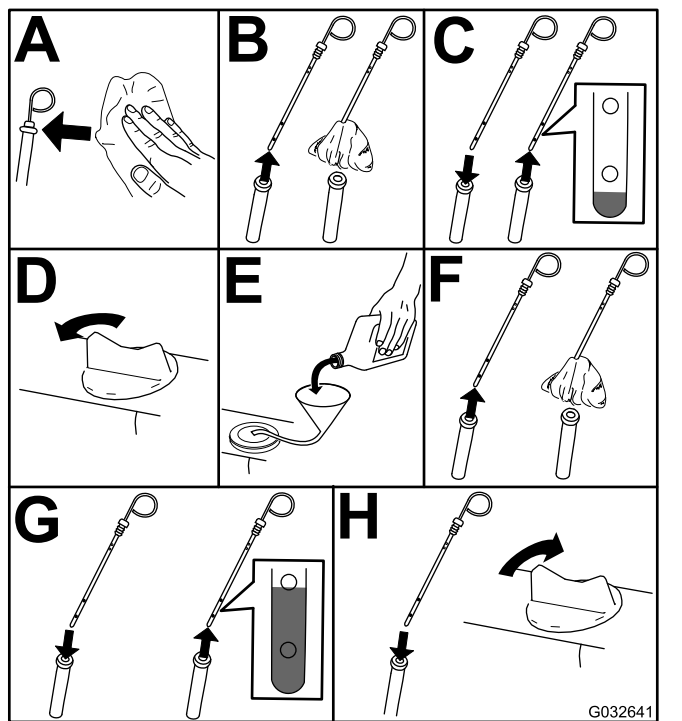

Figure 49
3. Contrôlez le niveau d'huile moteur (Figure 49).